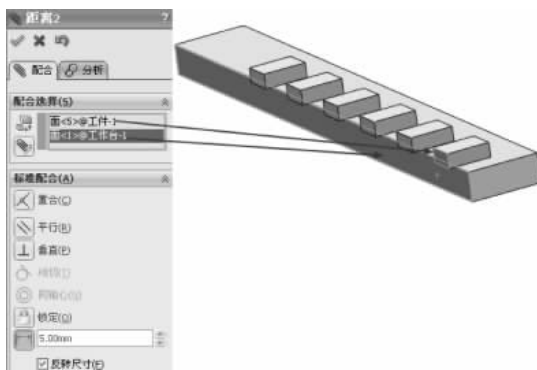

图 3-239 距离配合
(28) 选择【标准配合】选项组下的【距离】配合类型,在【要配合的实体】选择框中选择如图 3-239 所示的面,在后面的数值框中输入 5.00mm,其他保持默认,单击【确定】按钮,完成距离配合。